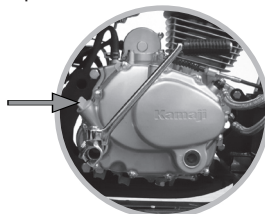

Imagen 21. Tapón-bayoneta del cárter
1. Localizar el tapón bayoneta en la parte inferior derecha de la motocicleta. Ver imagen 21.